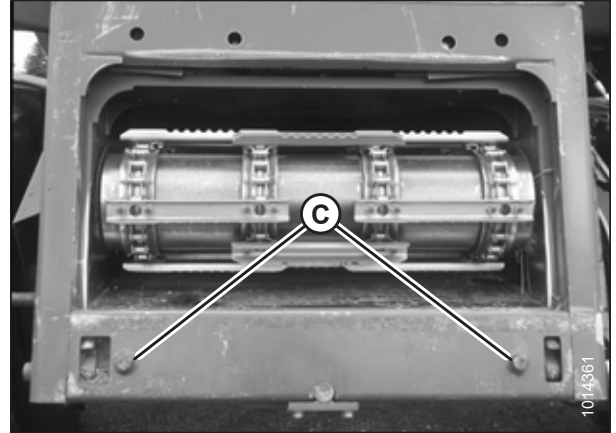

Abbildung 4.69: AGCO Anbaunasen
2. Den Mähdrescher anlassen und langsam auf das Schneidwerk zufahren, bis der Schrägförderer direkt unter dem Aufnahmerahmen am Floatmodul (A) ist und die Verriegelungsbolzen (C) (siehe Abb. 4.69, Seite 365) am Schrägförderer auf die Rundlöcher (B) im Floatmodul-Tragrahmen ausgerichtet sind.